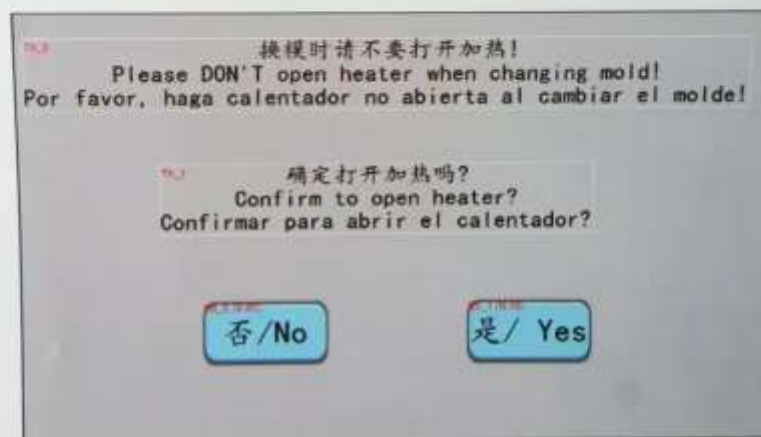

图2 预先加热选择界面
1. 在设备开机正常后，人机界面自动弹出是/否要打开贴头加热(图2)，打开菜单选择手动画面进手动画面后按 点动贴角，确定气压是否正常。
1、 在设备开机正常后，人机界面自动弹出是/否要打开贴头加热(图 2)，打开菜单选择手动画面进手动画面后按点动贴角，确定气压是否正常。
1. After the device is turned on normally, the man-machine interface automatically pops up Yes/No to turn on the head heating (Figure 2), open the menu and select the manual screen to enter the manual screen